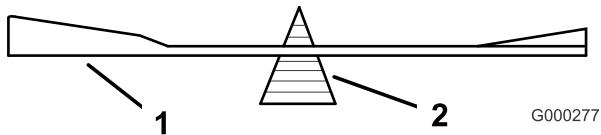

Figura 61
2. Verifique el equilibrio de la cuchilla colocándola sobre un equilibrador de cuchillas (Figura 61). Si la cuchilla se mantiene horizontal, está equilibrada y